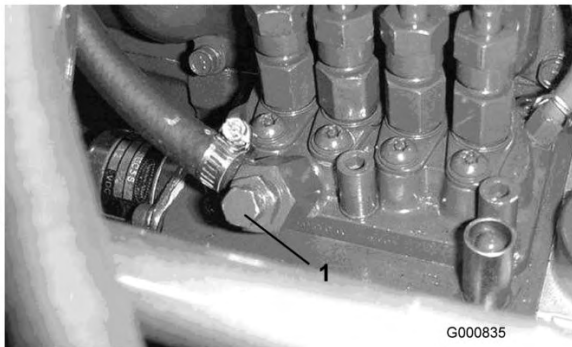

Figura 37
5. Desaperte o parafuso de purga que se encontra na bomba de injeção de combustível (Figura 37).